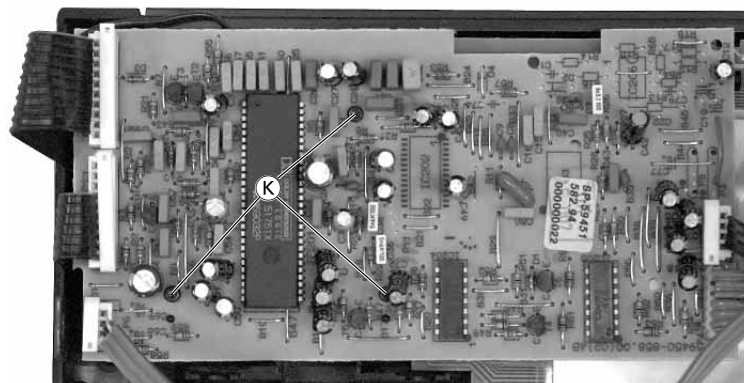

Fig. 6
- 3 Schrauben (K) herauserschrauben (Fig. 6).
- Undo 3 screws (K) (Fig. 6).